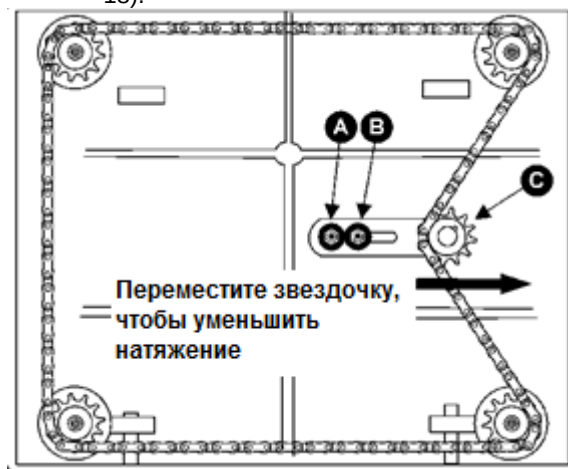

Рис. 18
2. Открутите болты, которыми станок прикручен к основанию. Переверните станок на боковую сторону, чтобы видеть нижнюю поверхность станка (см. Рис. 18).
3. Открутите болт (А, см. Рис. 18) и ослабьте болт (В, см. Рис. 18), которые позволят переместить регулируемую звездочку (С, см. Рис. 18) достаточно, чтобы ослабить натяжение цепи.
6. Когда все регулировки выставлены правильно, поместите цепь обратно на угловые звездочки, переместите звездочку (С, см. Рис. 18) обратно, чтобы натянуть цепь, затяните болт (В, см. Рис. 18), а также вкрутите и затяните болт (А, см. Рис. 18).